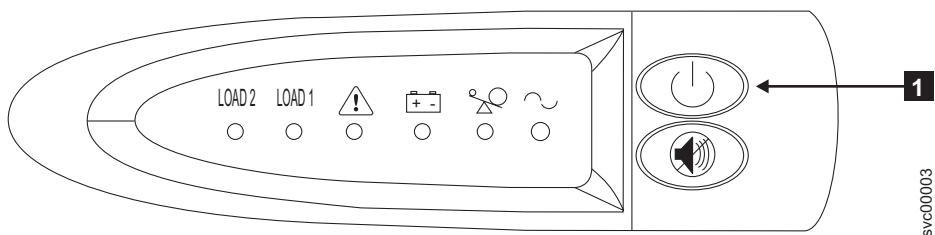

図 178. 2145 UPS-1U のフロント・パネル・アセンブリー
1. 2145 UPS-1U の前面で、電源ライトが消えるまで (約 5 秒)、「オン/オフ」ボタン **1** を押し続けます。516 ページの図 178 を参照してください。2145 UPS-1U は待機モードになります。